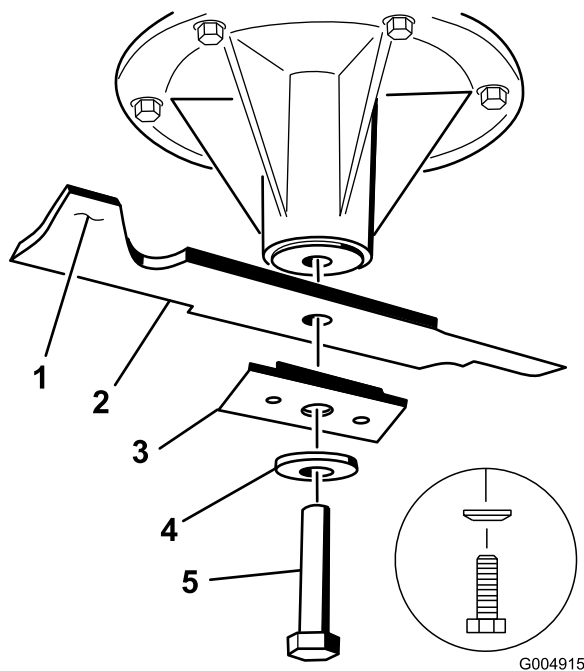
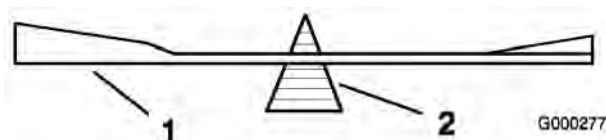

Figura 69
Figura 71
2. Retire del eje el perno de la cuchilla, la arandela curva, el refuerzo de la cuchilla y la cuchilla (Figura 69).
2. Verifique el equilibrio de la cuchilla colocándola sobre un equilibrador de cuchillas (Figura 71). Si la cuchilla se mantiene horizontal, está equilibrada y puede utilizarse. Si la cuchilla no está equilibrada, rebaje algo el metal en la parte de la vela solamente (Figura 69). Repita este procedimiento hasta que la cuchilla esté equilibrada.
1. Instale la cuchilla en el eje (Figura 69).
Importante: La vela de la cuchilla debe apuntar hacia arriba y hacia el interior del cortacésped para asegurar un corte correcto (Figura 69).
2. Instale la cuchilla, el refuerzo, la arandela curva y el perno de la cuchilla (Figura 69).